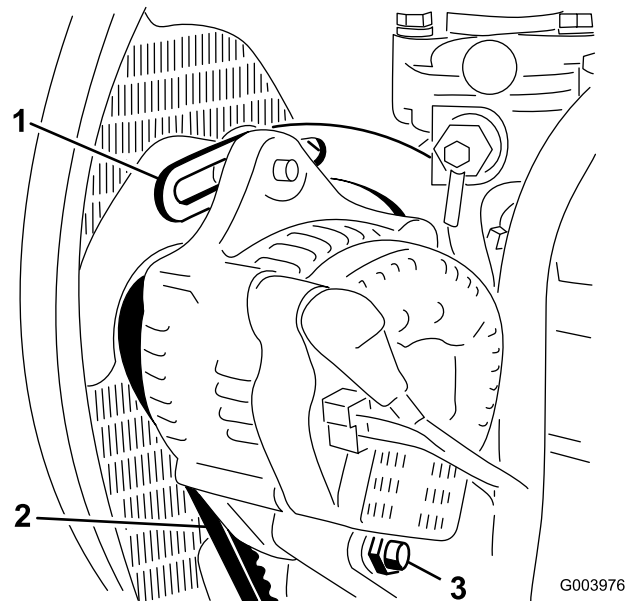

Bild 54
2. Prüfen Sie die Spannung des Treibriemens, indem Sie eine Kraft von 22 lb in der Mitte zwischen der Lichtmaschine und der Kurbelwellenscheibe ansetzen (Bild 54).
3. Lockern Sie die Schrauben, mit denen der Bügel am Motor befestigt ist sowie die Schraube, mit der die Lichtmaschine am Bügel befestigt ist (Bild 54).